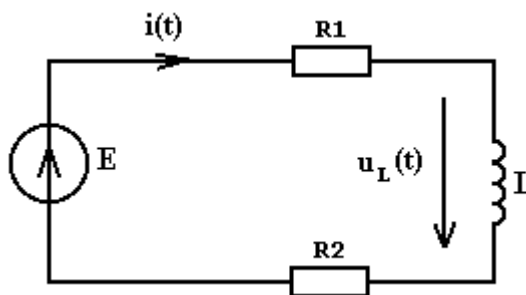

Рисунок 4.61
6. Переходное напряжение определим, используя второй закон Кирхгофа для цепи (рисунок 4.61)